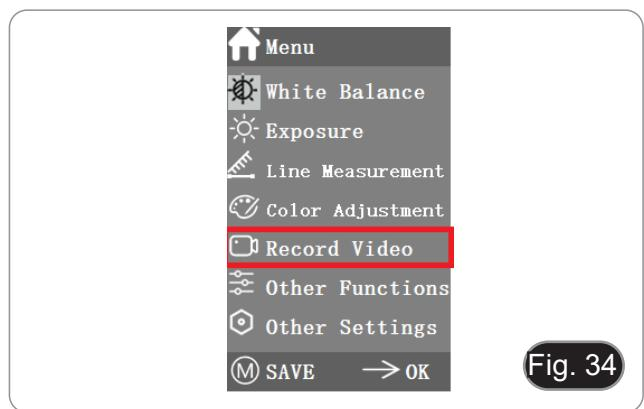

Fig. 34
1. Pulsar el botón M para mostrar el menú en la pantalla (Fig. 34) y elegir la opción de grabación de vídeo pulsando \uparrow o \downarrow .